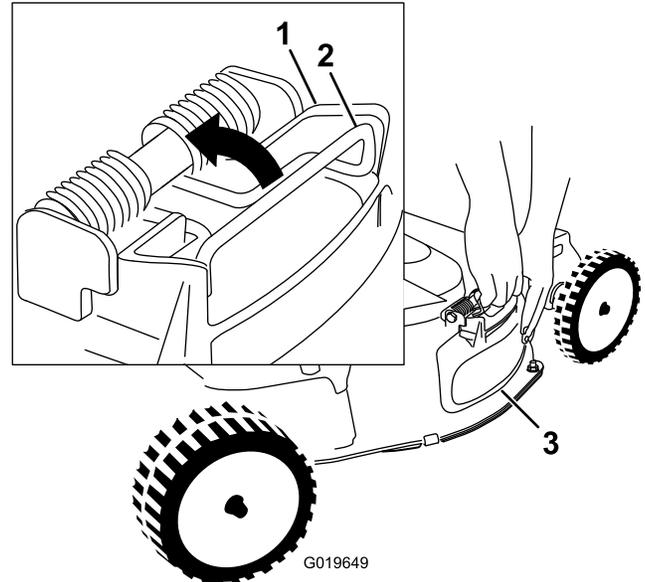

Figura 26
4. Retire o defletor de descarga lateral empurrando para cima a mola que mantém o defletor no sítio e removendo o defletor (Figura 26).